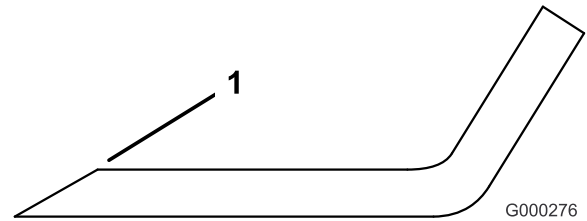

Figura 86
3. Controllate i taglienti di tutte le lame, e affilatele se fossero ottusi o scheggiati. Affilate soltanto la parte superiore del tagliente e mantenete l'angolo di taglio originale per garantire l'affilatezza (Figura 86). La